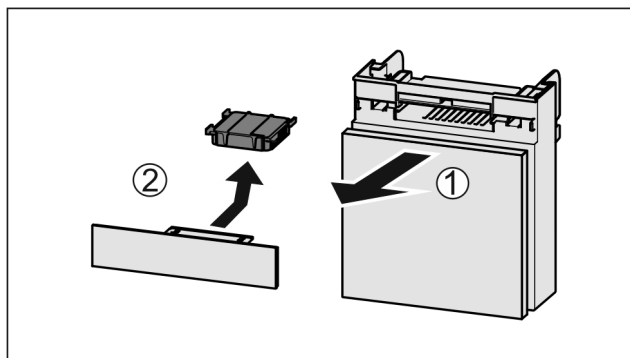

Fig. 99
- Retire el compartimiento hacia delante Fig. 99 (1).
- Retire el filtro de carbón activo Fig. 99 (2).